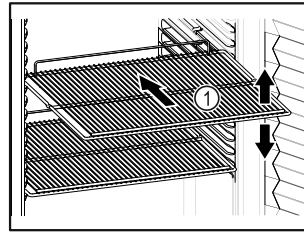

Fig. 39 Приблизне відображення
- Якщо решітки для зберігання Fig. 39 (1) знімні, відрегулювати по висоті.